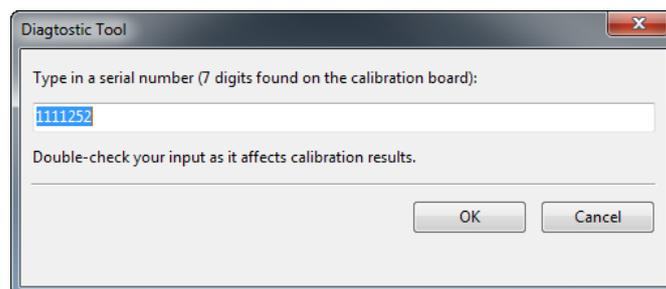
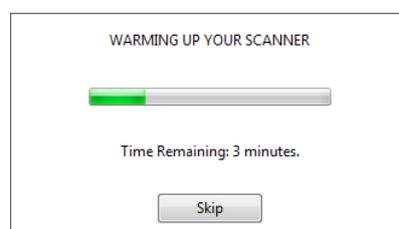

Abbildung 136: Die Seriennummer des Kalibrations-Trägers eingeben.
Abbildung 137: Den Scanner aufwärmen.
6. Auf *Kalibration starten* klicken. In die sich nun öffnende Dialog-Box (siehe Abb. 136) die Seriennummer des Kalibrations-Trägers eintragen (auf den Bord zu finden). Liegt die Scanner-Temperatur außerhalb des optimalen Bereichs, – beispielsweise wenn das Gerät gerade an eine Steckdose angeschlossen wurde, so wird auf diesen Umstand hingewiesen (siehe Abb. 137). Klicken auf *Skip* ist nicht zu empfehlen. Statt dessen sollte gewartet werden, bis der Artec Spider die optimale Temperatur erreicht hat.